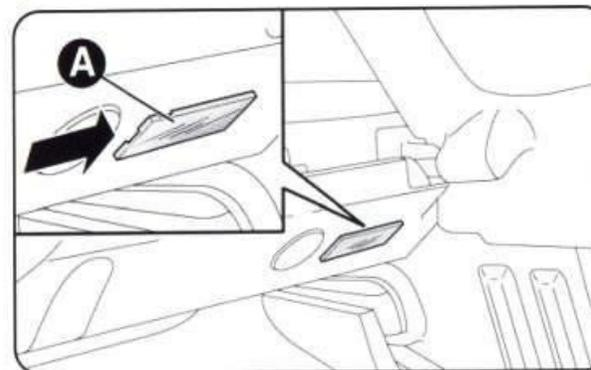

рис. 33
- откройте дверь багажного отделения, снимите плафон А (рис. 33), действуя рычагом в указанных стрелками местах;
- установите плафон А (рис. 33) сначала одной стороной, а затем другой до щелчка.